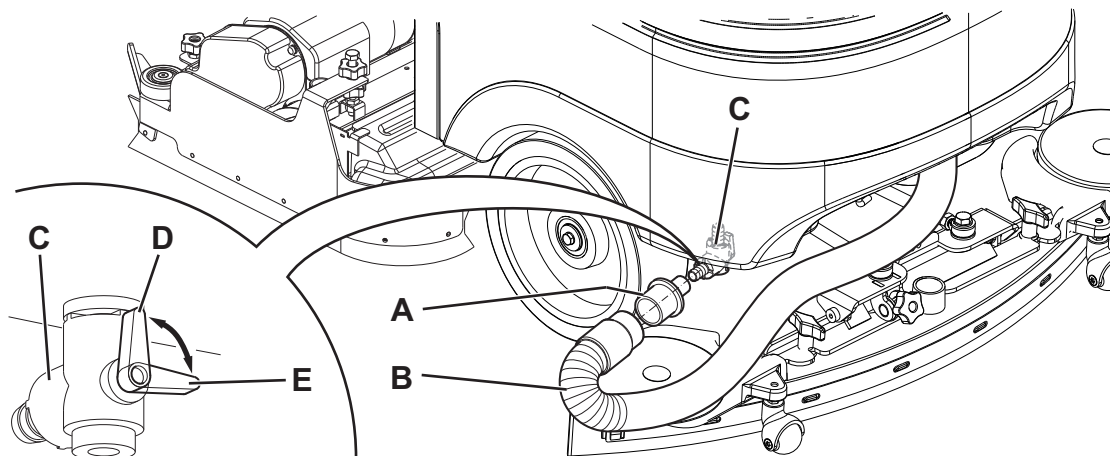

Figure 5
L'afficheur (C) indique le niveau de concentration de détergent dans la solution comme indiqué dans le tableau dans la figure 5.
1. Arrêter la machine, en relâchant la pédale (4).
2. Soulever la tête porte-brosses / plateaux support disque et l'embouchure en appuyant sur l'interrupteur (67).
4. Vider le réservoir de l'eau de récupération au moyen du tuyau (24).
5. Extraire le conteneur déchets avec la grille correspondante (26), la vider et la nettoyer à l'eau propre. Le monter à nouveau sur le tuyau d'aspiration dans le réservoir.
8. Prendre l'adaptateur (45) positionné dans son logement dans le logement batteries.
9. Monter l'adaptateur (A, Fig. 5) dans le tuyau d'aspiration (B) de l'embouchure, puis l'insérer dans le robinet de décharge (C).
10. Positionner la clé de contact (58) sur "I" et démarrer le système d'aspiration au moyen de l'interrupteur (63).
11. Ouvrir le robinet de décharge (C) pour permettre la vidange du réservoir (22).